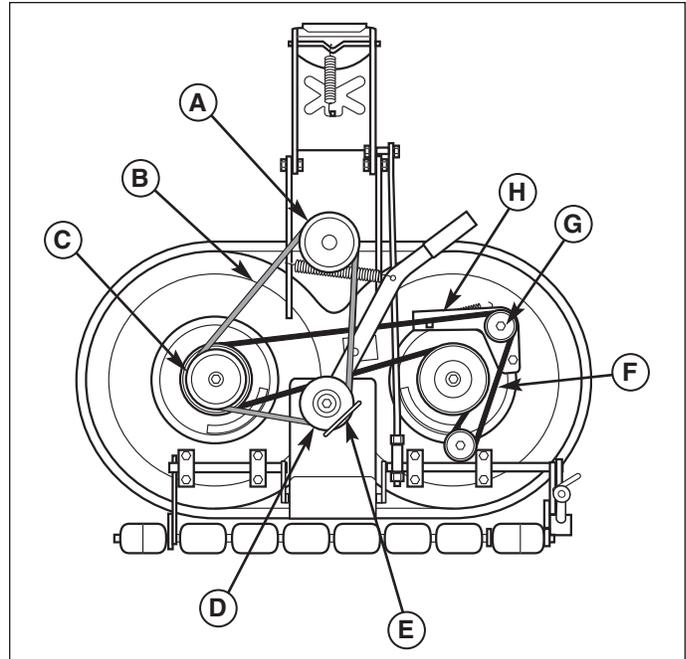
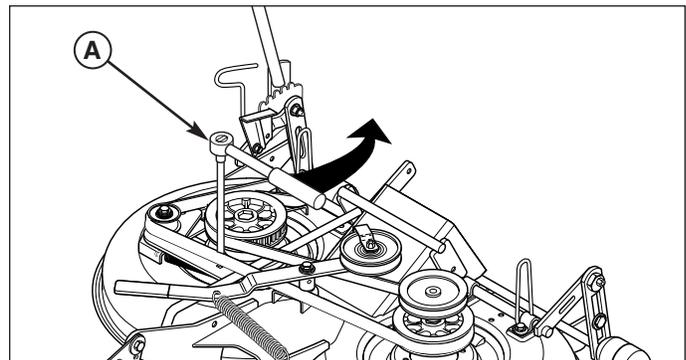

Figure 37. Courroies de la tondeuse
Figure 38. Relâchement de la tension de la courroie
3. Prendre note de la position du guide de courroie de la poulie folle (E, Figure 37). Desserrer la vis de poulie folle et enlever la courroie de la poulie (D).
4. Installer la nouvelle courroie (B) comme indiqué. Lorsque la plate-forme de tondeuse est installée sur le tracteur, la courroie passe autour de la poulie d'embrayage de la PDF (A), de la poulie folle (D) et de la poulie d'entraînement de la plate-forme de tondeuse (C).
5. Remettre le guide de courroie de la poulie folle (E) à sa position d'origine et serrer la vis de la poulie folle.
3. Desserrer la vis de poulie folle (G, Figure 37).
4. À l'aide d'un cliquet (A, Figure 38), déplacer la poulie folle (H, Figure 37) pour relâcher la tension de la courroie (F).
5. Enlever la courroie (F).
6. Installer une nouvelle courroie (F) sur les poulies comme indiqué. Le fait de relâcher la poulie folle (H) permet au ressort de tendre automatiquement la courroie crantée.
7. Serrer la vis de la poulie folle (G). Remettre les carters de courroie.